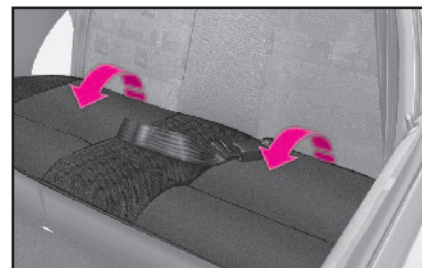

fig. 69
2) Ponga los asientos traseros contra los respaldos de los asientos delanteros **fig. 69**.